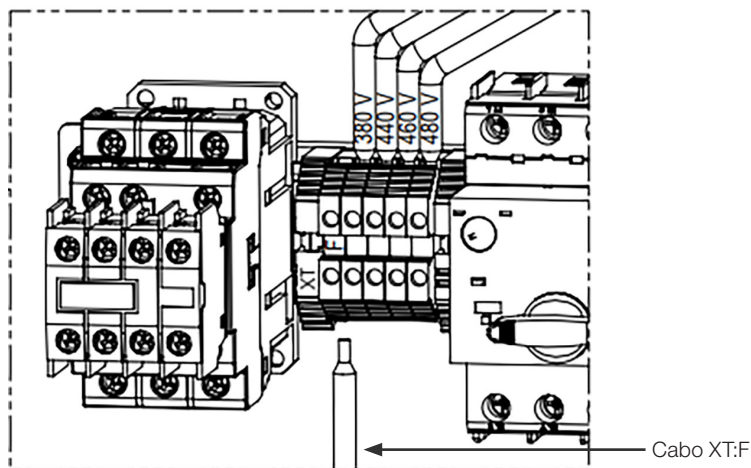

Figura 3.12: Ajuste da tensão da rede de alimentação
2. Localize o conjunto de bornes XT na parte inferior da estação (Figura 3.12 na página 3-12).